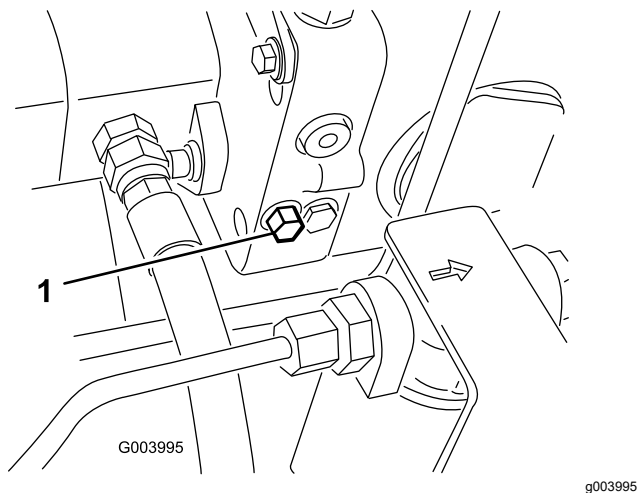

Рисунок 92
1. Чтобы открыть перепускной клапан и обеспечить внутренний перепуск масла, поверните болт клапана на 1,5 оборота (Рисунок 92).